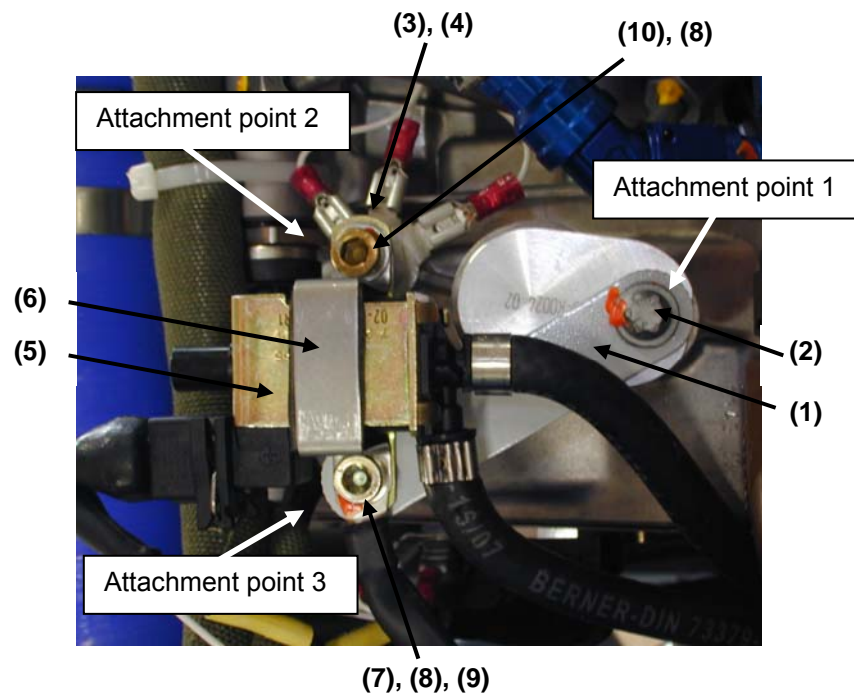

Bild 4 / Figure 4
3. Den Masseanschluss zusammen mit dem Distanzstück (P/N 57.81.08.010) anschließen. Siehe Bild 4 und Bild 5 (attachment point 2).
4. Das zuvor ausgebaute Boost Regelventil für den Einbau wieder verwenden oder ein Neuteil (abhängig vom Zustand der Halteösen) benutzen. Die zusätzliche Halterung (P/N 57.81.09.010) befestigen. Siehe Bild 4 und Bild 5 (attachment point 2 und 3)
3. Install the support lug (P/N 57.81.07.010) to the engine with the engine screw. See figures 4 and 5, attachment point 2.
4. Install the ground terminal and the spacer (P/N 57.81.08.010.) See figures 4 and 5, attachment point 2.
5. Install the boost control valve, kept for the reassembly or replace by a new part (depending on condition of its attaching lug) and install the additional fixing (P/N 57.81.09.010). See figures 4 and 5, attachment points 2 and 3:
3. Install the ground terminal and the spacer (P/N 57.81.08.010). See figures 4 and 5, attachment point 2.
4. Install the boost control valve, kept for the reassembly or replace by a new part (depending on condition of its attaching lug) and install the additional fixing (P/N 57.81.09.010). See figures 4 and 5, attachment points 2 and 3.